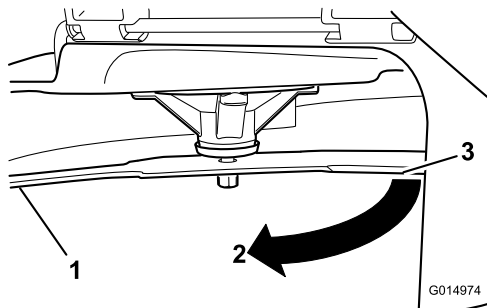

Figura 105
3. Seconda distanza misurata tra la lama e la superficie (B)
4. Ruotate la stessa lama di 180 gradi in modo che il tagliente opposto si trovi ora nella stessa posizione (Figura 105).